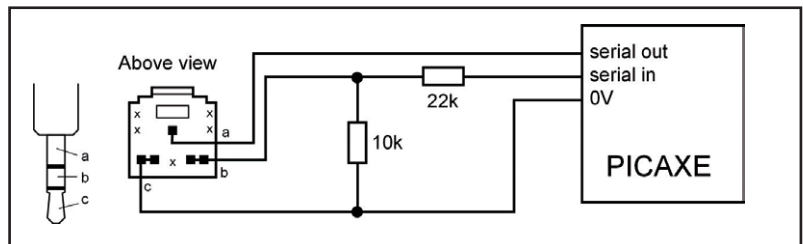

Bild 5. Anschluss an den PC.
1,2 V in Serie geschaltet werden. Wie in **Bild 5** gezeigt, wird der Code-Upload über die PICAXE-Pins „serial in“, „serial out“ und „0V“ vorgenommen. Wenn die Upload-Schaltung nicht an den PICAXE angeschlossen ist, sollte „serial in“ Pin (2) über einen 33-kΩ-Pull-down-Widerstand auf Masse gezogen werden. Die LED wird über einen Vorwiderstand von 330 Ω an Pin 3 und Masse angeschlossen.